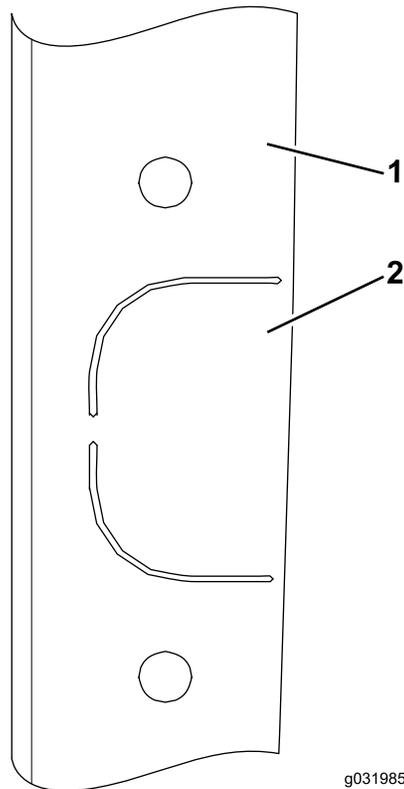

Figura 48
1. Utilice una herramienta de corte para eliminar el recorte de la chapa lateral (Figura 48).